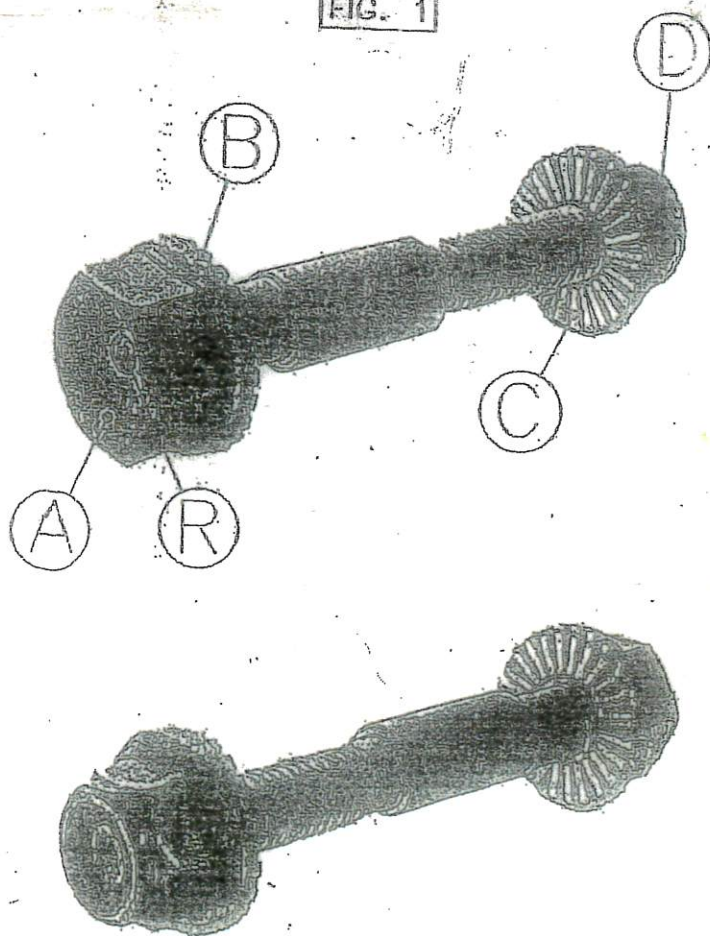

FIG. 2
N.B. Il foro di attacco rimasto con diametro originale consente al bullone (H) di fare da perno nell'aggiustare la campanatura evitando di andare ad agire successivamente sulla ruota.
2. Attaccare quindi l'amm.re (G) al mozzo ruota (M) seguendo questa sequenza di montaggio (B) (A) (C) (D) (vedi fig.2);
3. Stringere a questo punto il dado (D);
4. Posizionare il veicolo sul ponte per la verifica della campanatura mediante il dispositivo. Per agire sulla campanatura stessa si opera ruotando con attenzione il bullone (A) in senso orario o anti-orario rispetto al riferimento (R) sulla testa del bullone (A) (il riferimento indica il lato ad eccentrico del bullone).